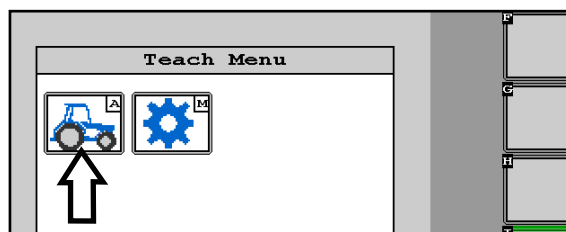

рис. 8: Вызвать меню кода транспортного средства
В обучающем меню щелкните по символу трактора (A). (см. рис. 8), чтобы вызвать меню кода транспортного средства.